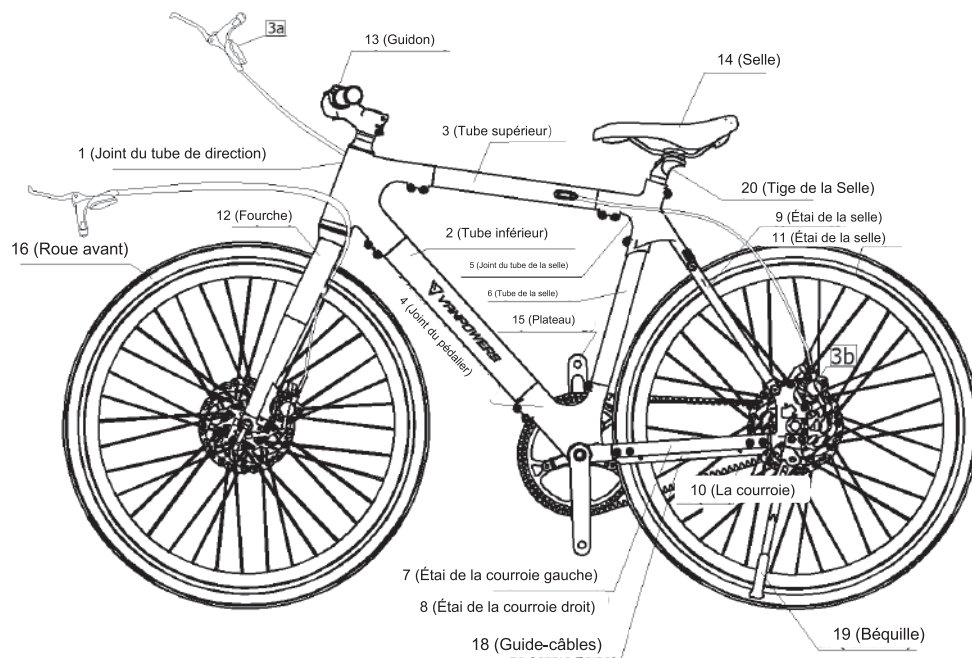

Figure 46.
1. Mettez le vélo en position debout, comme indiqué sur la Figure 46.